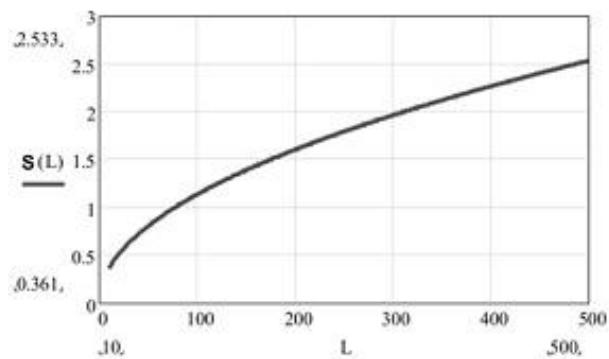

Рис. 4.2
4.1.3 Максимальная ширина « $2S$ » ЧЗ на открытом участке зависит от расстояния между БПРД и БПРМ, определяется как $2 \times S(L)$ по ориентировочному графику (см. рис. 4.2) при L равном расстоянию между БПРД и БПРМ. Ширина ЧЗ на конкретном отрезке определяется по тому же графику, но при L равном удвоенному расстоянию до ближайшего блока. На графике обозначено: L – расстояние между БПРД и БПРМ.
4.1.4 При выборе высоты установки необходимо учесть, что при приближении к БПРД (БПРМ) вдоль оси, ЧЗ «сужается» как показано на рис. 4.2. БПРД и БПРМ размещаются на выбранной высоте (для приземного варианта размещения рекомендуется 0,5...1,4 м) от поверхности земли.